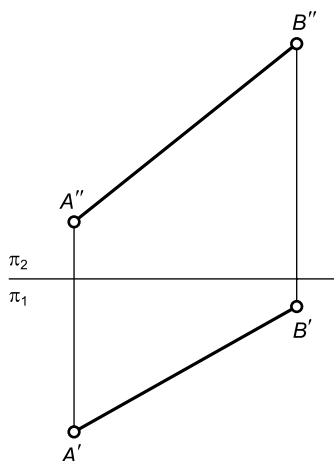

Рис. 9
2.10. Способом перемены плоскостей проекций определить истинные размеры отрезка AB (рис. 9) и углы его наклона к плоскостям проекций π_1 и π_2 .